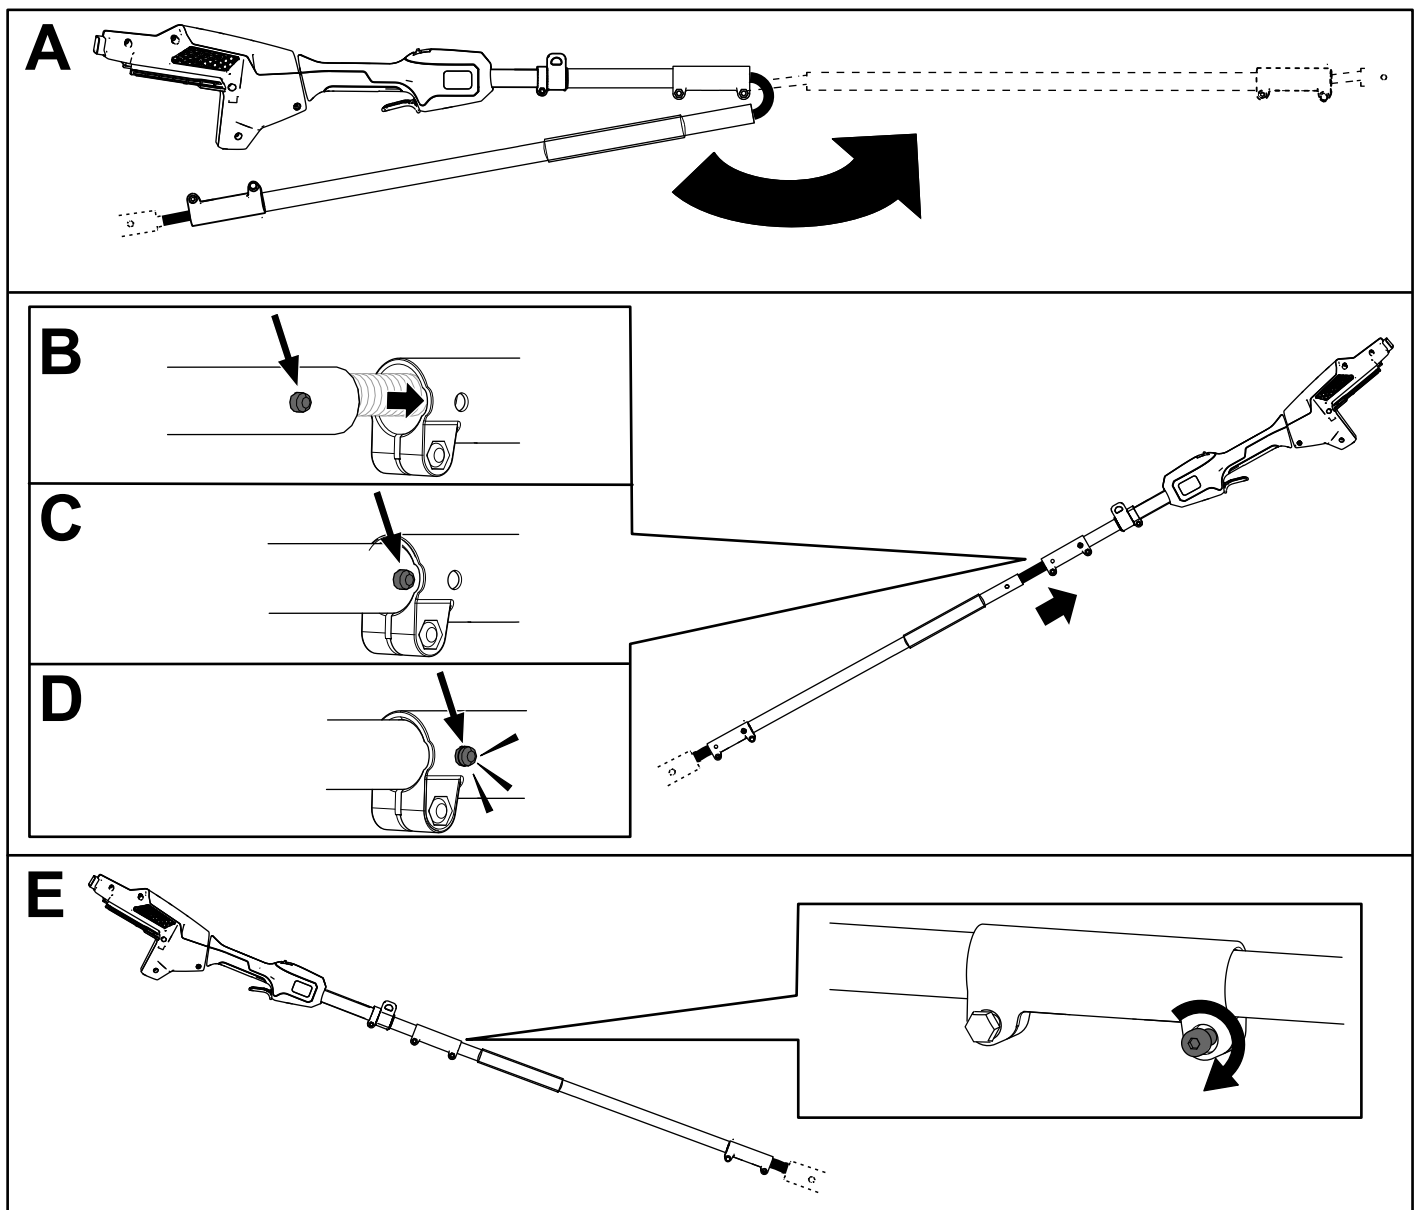

Bild 5
2. Richten Sie den Verriegelungsknopf am mittleren Holmabschnitt auf das Langloch am Ende des Holmabschnitt mit Griffen aus und schieben Sie die beiden Holmabschnitte zusammen (Bild 5).
3. Verwenden Sie den mitgelieferten Schraubenschlüssel, um die beiden Holmabschnitte miteinander zu verschrauben (E von Bild 5).
4. Wiederholen Sie diesen Vorgang, um den Holmabschnitt mit der Säge mit dem mittleren Holmabschnitt zu verbinden (Bild 5).